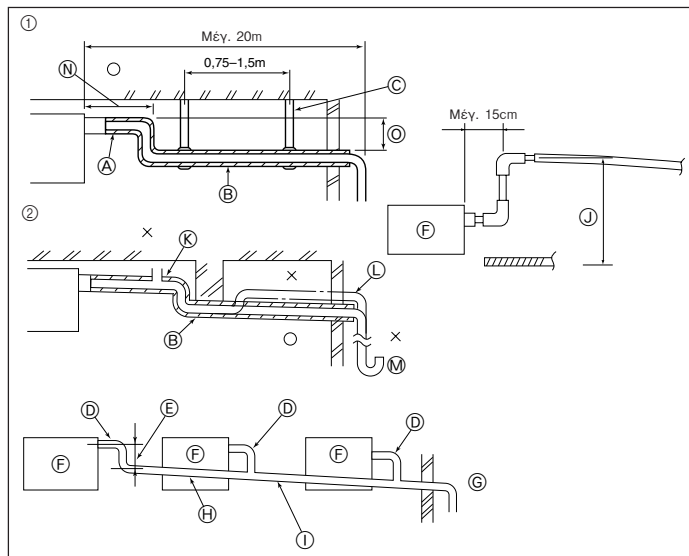

Fig. 3-4
- Σφίξτε το κάλυμμα του σωλήνα ③ και στα δύο άκρα (15 - 20 χλστ.) με τις προμηθευόμενες ταινίες ④.
- Γ Ταινία ④
- Δ Κάλυμμα σωλήνα ③
3.3. Εργασίες Σωληνώσεων Αποχέτευσης (Fig. 3-4)
- ① Σωστή σωληνωση
- ② Λανθασμένη σωληνωση
- ③ Μόνωση (9 χιλ. ή περισσότερο)
- ④ Κλίση προς τα κάτω (1/100 ή περισσότερο)
- ⑤ Μεταλλικό υποστήριγμα
- ⑥ Άνοιγμα εξερισμού